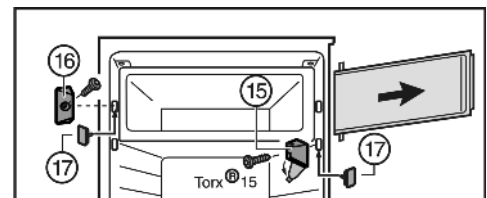

Fig. 7
- ▶ Togliere il coperchio nel blocco di supporto Fig. 7 (15).
- ▶ Svitare il blocco di supporto Fig. 7 (15) con la porta dello scomparto.
- ▶ Svitare Fig. 7 (16) l'elemento di chiusura.
- ▶ Chiudere i fori ora liberi con i tappi Fig. 7 (17) in dotazione.